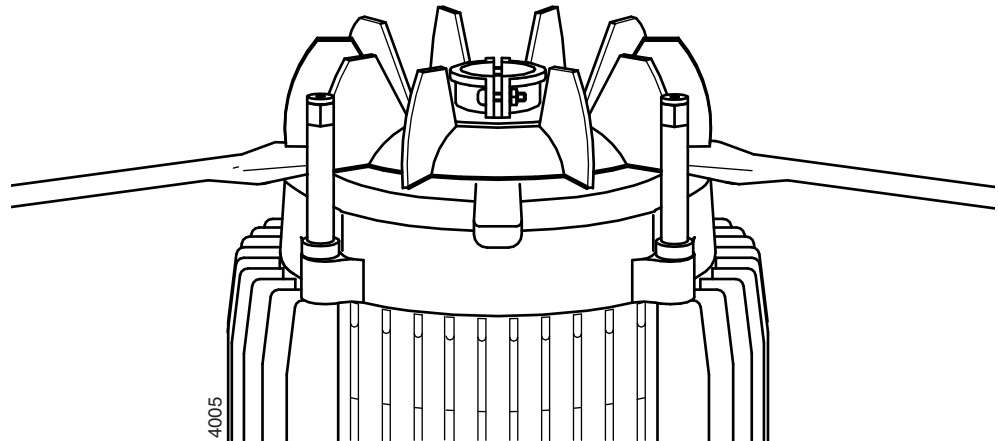

Bild 5: Borttagning av kylfläkten.
- 3 Lossa kylfläkten (2420-2). För elmotorer från 2,2 kW ska först de 2 klämskruvarna lossas. Ta därefter bort fläkten från axeländan med 2 breda skruvmejslar, se bild 5.